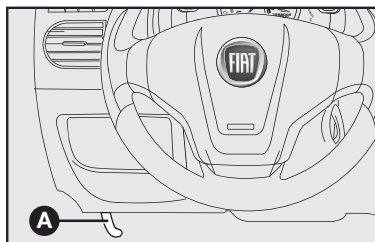

fig. 115
- 1) Puxar a alavanca **A**—fig. 115.